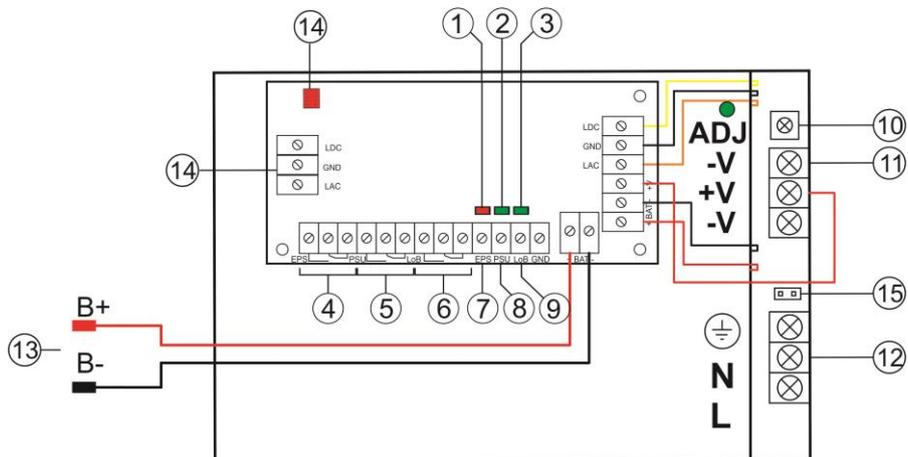

Abb. 2. Ansicht des Netzteils.
Tabelle 1. Elemente des Netzteils (siehe Abbildung 2).
- rote LED (Abbildung 2, Element 1): Bei normalem Zustand (Stromversorgung AC liegt an) leuchtet diese Diode durchgehend. Ein Stromausfall wird durch das Erlöschen der Diode angezeigt.
- grüne LED (Abbildung 2, Element 2): Signalisiert den Zustand der Gleichstromspannung am Hauptausgang des Netzteils. Bei normalem Zustand leuchtet die Diode durchgehend, bei Kurzschluss oder Überlastung des Ausgangs erlischt die Diode.
- grüne LED (Abbildung 2, Element 3): Signalisiert das Niveau der Batteriespannung. Bei normalem Zustand ($U_{BAT} > 23V$) leuchtet die Diode durchgehend, bei Absenkung der Batteriespannung ($U_{BAT} < 23V$) erlischt die Diode.
ACHTUNG! Auf Abbildung 2 stellt das System der Kontakte den spannungslosen Zustand des Relais dar, was dem Zustand der Signalisierung der fehlenden AC-Stromversorgung (Störung des AC-Stromnetzes) entspricht.
ACHTUNG! Auf Abbildung 2 stellt das System der Kontakte den spannungslosen Zustand des Relais dar, was dem Zustand der Signalisierung der fehlenden DC-Spannung (Störung des Netzteils) entspricht.
ACHTUNG! Auf Abbildung 2 stellt das System der Kontakte den spannungslosen Zustand des Relais dar, was dem Zustand der Signalisierung der niedrigen Batteriespannung ($U_{BAT} < 23V$) entspricht.